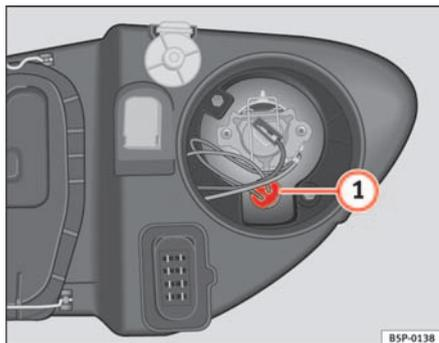

Abb. 180 Standlicht
- Die Fassung ⇒ Abb. 180 **1** herausnehmen.